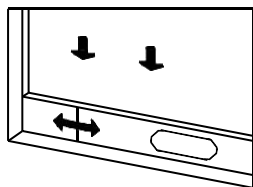

Bild 2
1) Håll fönstret halvöppet och montera förseglingsplattan för fönstertätning till fönstret (se bild 2 och 3). Komponenterna kan placeras i horisontell och vertikal riktning.